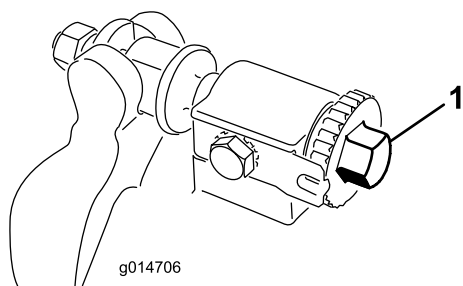
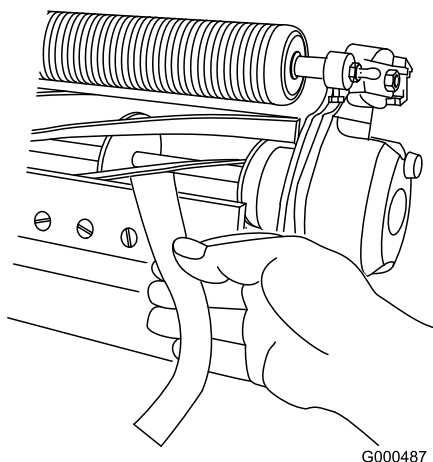

Figure 6
Figure 7
2. Supprimez le contact avec le cylindre en tournant les vis de réglage de la barre d'appui dans le sens anti-horaire (Figure 6).
4. À une extrémité du cylindre, insérez une longue bande de papier journal entre le cylindre et la contre-lame (Figure 7). Tout en tournant lentement le cylindre en avant, tournez la vis de réglage de la barre d'appui dans le sens horaire (du même côté du cylindre) (Figure 6), un cran à la fois, jusqu'à ce que le papier soit pincé légèrement lorsque vous l'introduisez par l'avant, parallèle à la contre-lame. Vous devriez sentir une légère résistance lorsque vous tirez sur le papier.
6. Vérifiez ensuite si le cylindre peut saisir le morceau de papier inséré par l'avant et le couper lorsqu'il est inséré perpendiculairement à la contre-lame (Figure 7). Normalement, le papier doit être coupé avec un minimum de contact entre la contre-lame et les lames du cylindre. Si le cylindre semble frotter de façon excessive il faudra peut-être roder ou affûter les lames pour obtenir les tranchants nécessaires à une tonte de précision (voir le manuel d'affûtage Toro).